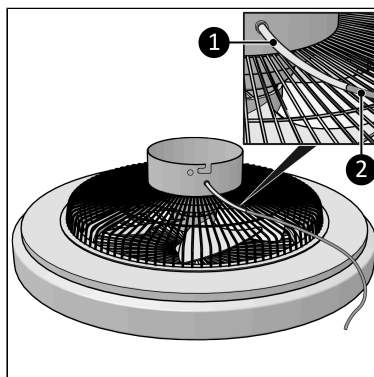

Figure 60.
1. Placez l'extrémité de la rallonge (Figure 60, pos. 2) par le manchon de protection, (Figure 60, pos. 1) à travers le trou de la base du ventilateur.